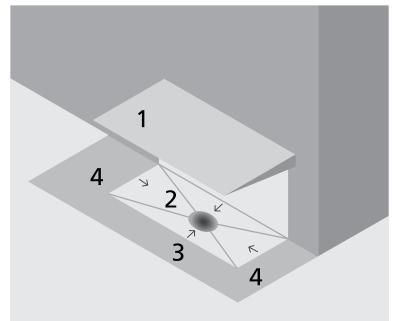

Abb.1
- Der Güterumschlagplatz muss **überdacht* und abflusslos** sein. Durch unterschiedliche Gefälle und/oder Entwässerungsrinnen muss dieser von den übrigen Verkehrsflächen getrennt entwässert werden. (Abb. 1, Punkt 4). Dadurch fällt auf dem Platz kein Regenwasser an und auslaufende Flüssigkeiten können nicht auf andere Platzflächen gelangen (Abb. 1, Punkt 1).
- Der Güterumschlagplatz muss mit einem **dichten Belag befestigt** sein, damit auslaufende Flüssigkeiten nicht in den Untergrund gelangen können. Bei gewissen Stoffen ist dazu ein Spezialbelag nötig (Abb. 1, Punkt 2).
- Der Güterumschlagplatz muss über ein **Rückhaltevolumen** verfügen, in welchem die auslaufende Flüssigkeit aufgefangen wird. Die Grösse richtet sich nach der **Tabelle auf Seite 7**. Als Rückhaltevolumen kann ein abflussloser Schacht, eine beckenförmige Platzfläche oder ein Auffangbehälter verwendet werden (Abb. 1, Punkt 3).